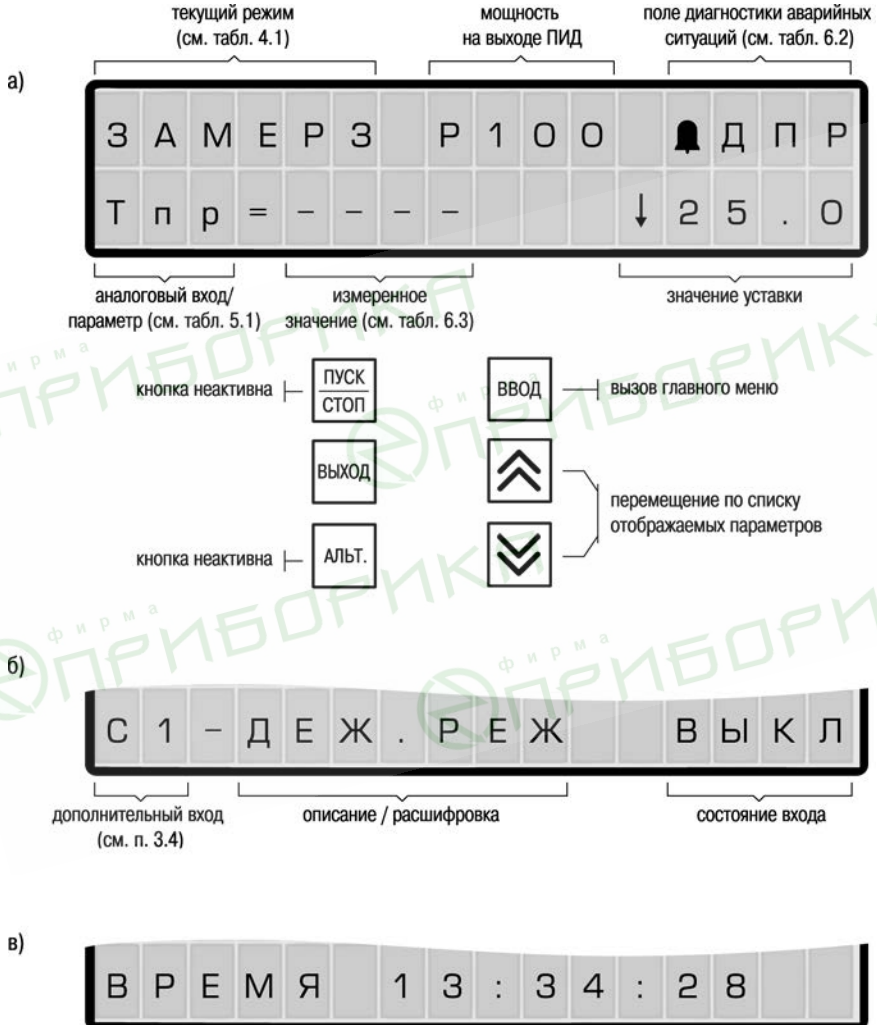

Рисунок 6.1
6.3.1 При возникновении нештатной ситуации, вызванной ошибкой измерения или изменением состояния дополнительных входов, на индикаторе в верхнем правом углу появляется сообщение с символом  (рисунок 6.1, а).
На индикаторе в поле диагностики аварийных ситуаций (рисунок 6.1) сохраняется и не
6.3.2 При работе прибора непрерывно производится диагностика состояния измерительных входов, предотвращающих возникновение различных нештатных ситуаций, связанных с неисправностью датчиков. При возникновении подобной ситуации код ошибки выводится на индикатор в соответствующем поле сообщений (рисунок 6.1, а). Коды ошибок измерения приведены в таблице 6.3.
При восстановлении работоспособности неисправных датчиков аварийный сигнал в верхнем правом углу (рисунок 6.1, а) сохраняется. Для сброса аварийного сигнала необходимо нажать кнопку .
6.3.4 Отображаемое обозначение (см. рисунок 6.1) функционального назначения дополнительного дискретного входа (см. п. 3.4) приведено в таблице 6.4.